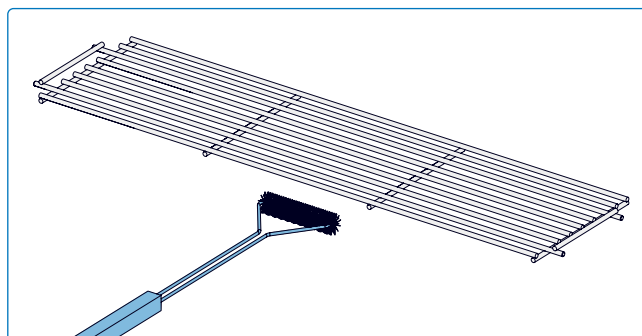

Fig. 21
3. Une fois la grille retirée, utilisez une brosse à gril pour nettoyer la grille de réchaud plaqué chrome (**fig. 21**).